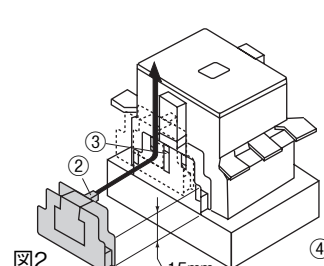

図2
- (2) 補助接点ユニットの突起部②を電磁接触器のガイド穴③に合せ、15mm程度スライドさせて補助接点ユニットを電磁接触器の溝④にはめあわせてください。（図2）